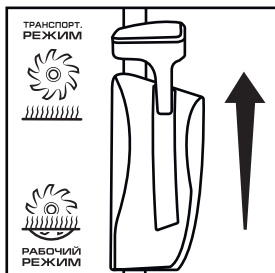

Рис. 28
2. Переведите рычаг включения вала в транспортное положение (Рис. 28).